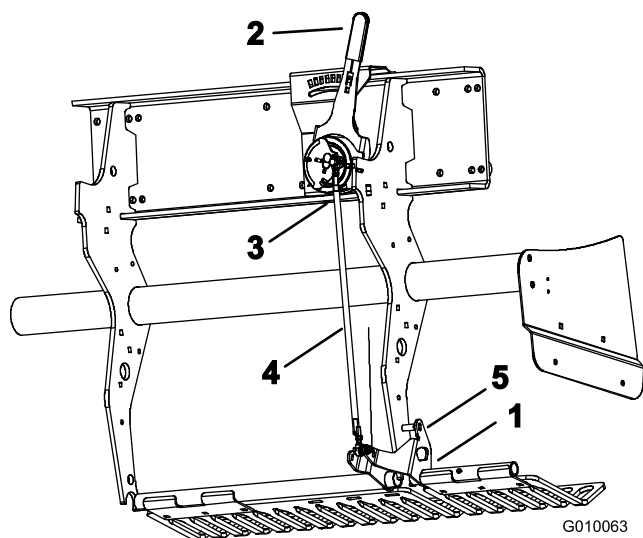

Bild 58
1. Drehen Sie die Befestigungshalterung der linken Rasenschutzvorrichtung (Bild 58) nach oben, bis ein Arretierbolzen (5/16-Drehstange oder -Schraube) zwischen die Halterung und dem am Rahmen angeschweißten Tiefeneinstellungsrohr eingesetzt werden kann.
2. Schieben Sie den Tine-Tiefenhebel (Bild 58) auf die H-Stellung (tiefste Einstellung).
3. Schließen Sie den Außenkugelschalter (Bild 58) vom Kabelbaum ab (Schalter für das Absenken des Kopfes).
4. Lösen Sie die Sicherungsmuttern (linke und rechte Seite) an der Spurstange für die Tiefeneinstellung (Bild 58).